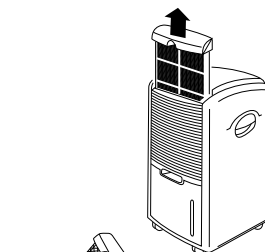
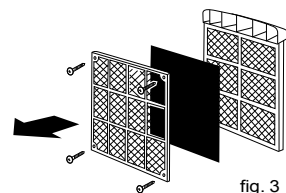

fig. 1
fig. 3
- Scoateți mânerul rezervorului, scoateți filtrul cărbune activ. (fig. 1 și fig. 3)